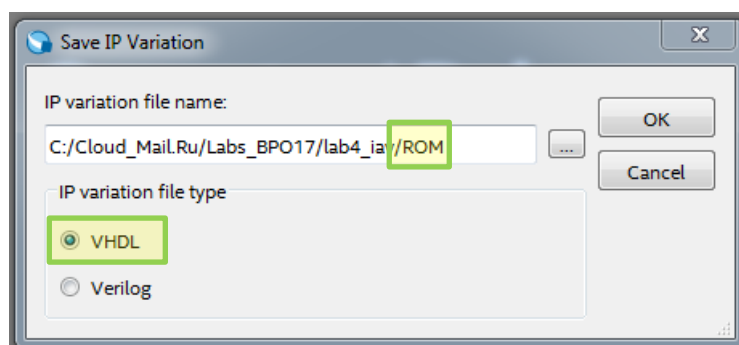

Рис. 10 Окно создания экземпляра выбранного компонента
4.2. В появившемся окне настройки задайте имя экземпляра выбранного компонента (**ROM**) и укажите язык описания аппаратуры (VHDL), в коде которого он будет храниться в проекте (рис.10). Выполните «OK».